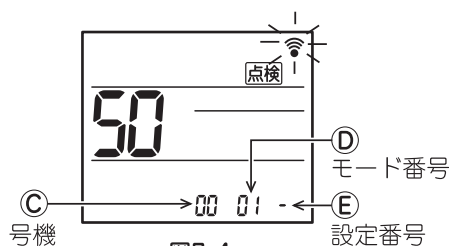

図7-4
4. **【↓】** ボタン⑥を押して号機 を設定対象ユニットに合わせる。(図7-4)
5. **【↓】** ボタン⑥を押してモード番号(D)を合わせる。(図7-4)
6. **【↓】** ボタン⑥を押して設定番号(E)を選択する。(図7-4)